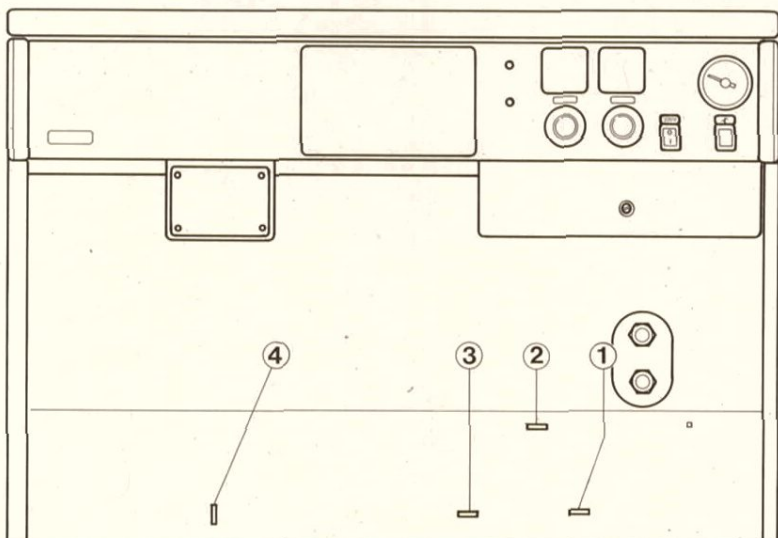

Abb. 15
- Die Kabelbefestigung (K, Abb. 14) am Vorderwandblech so einstecken, wie in Abb. 15 u. 16, Seite 13 dargestellt, damit sich die Kabel für Ionisation und Zündung auf dem kürzesten Wege zu den Elektroden führen lassen.
Die Abb. 15 zeigt in der Kopftabelle die Verwendung und Positionierung der Kabelhalter (K) bei den verschiedenen Kesselgrößen.